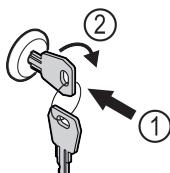

Fig. 161
- Пъхнете ключа. Fig. 161 (1)
- Завъртете го на 90° по посока на часовниковата стрелка. Fig. 161 (2)